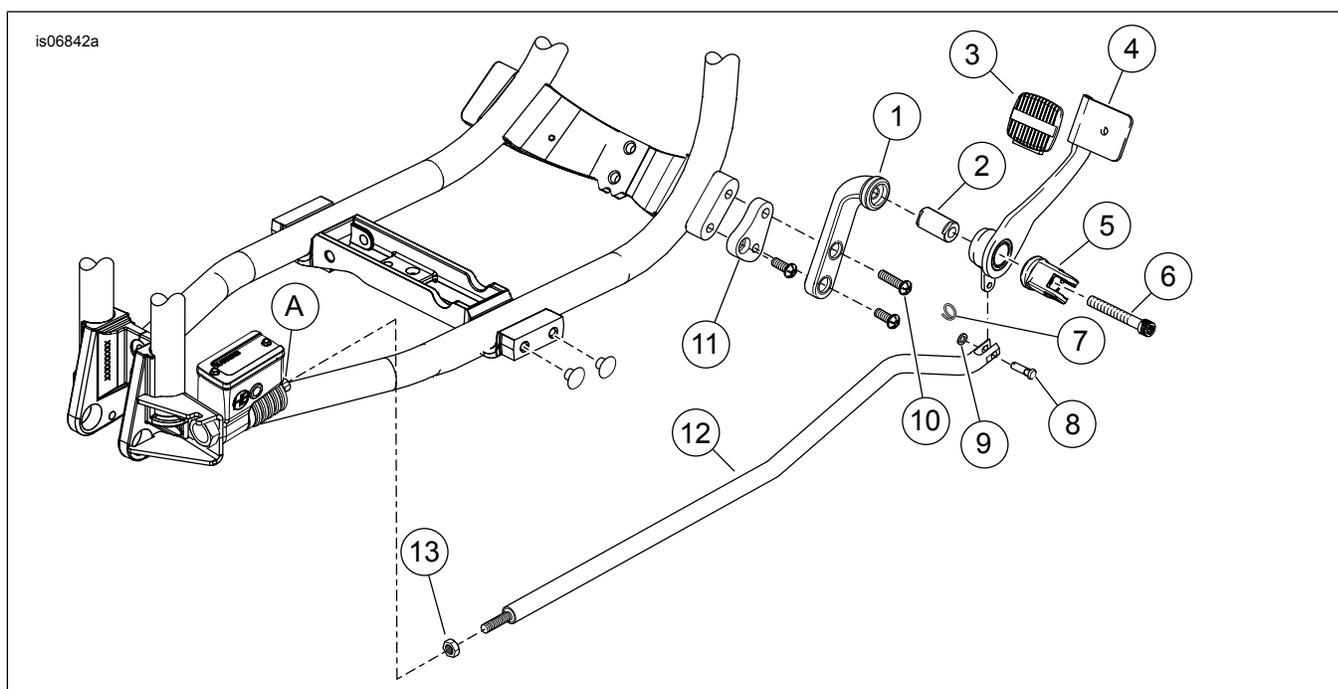

Figure 5. Pièces détachées : Kit de commande avancée à commandes rapprochées
2. Voir Figure 5. Desserrer l'écrou de blocage de tige de frein (13) sur le maître-cylindre de frein arrière.